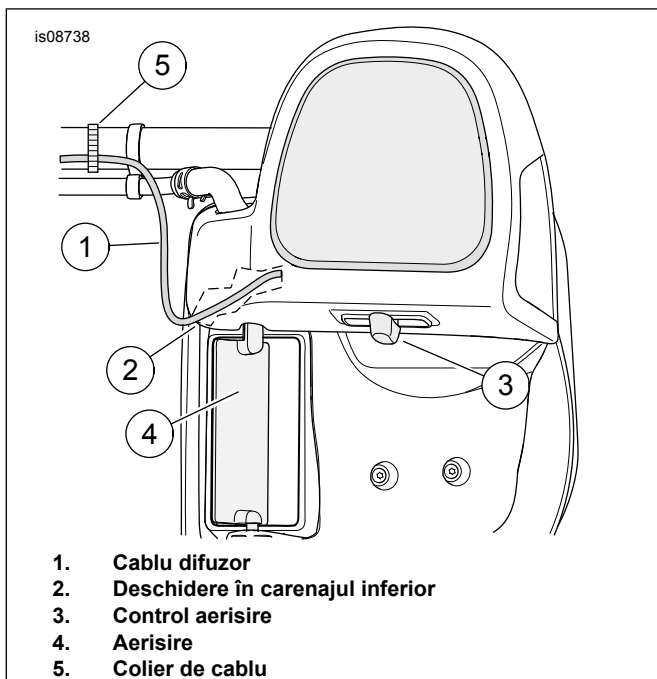

Figura 1. Rutare cablu difuzor
- Consultați Figura 1 . Trageți sârma prin mica deschizătură (2). Nu lăsați sârma să se atingă de aerisire (4) și controlul aerisirii (3).
- Securizați cablurile cu un colier de cablu (5).